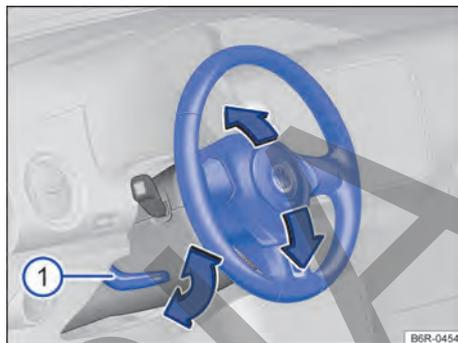

Fig. 56 Debajo y a la izquierda del volante junto con el revestimiento de la columna de dirección; palanca de ajuste de la posición del volante.
- Empujar la palanca hacia abajo sosteniéndola por su empuñadura → fig. 56 Ⓜ.